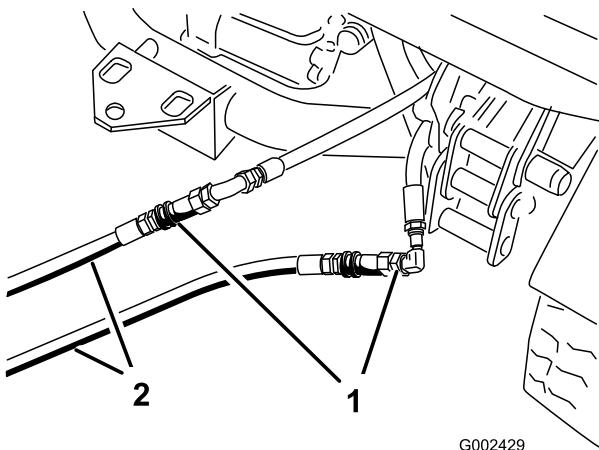

Figure 81
3. Sur le véhicule en panne, raccordez les deux flexibles de secours aux flexibles débranchés (Figure 81). Obtuez les deux raccords inutilisés.